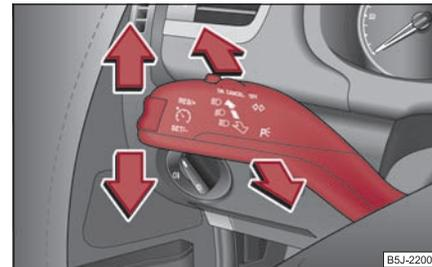

Abb. 53 Der Blinklicht- und Fernlichthebel
- Drücken Sie den Fernlichthebel zum Einschalten des Fernlichts nach vorn  $\Rightarrow$  Seite 55, Abb. 53.
- Drücken Sie den Hebel nach oben bzw. nach unten  $\Rightarrow$  Abb. 53.